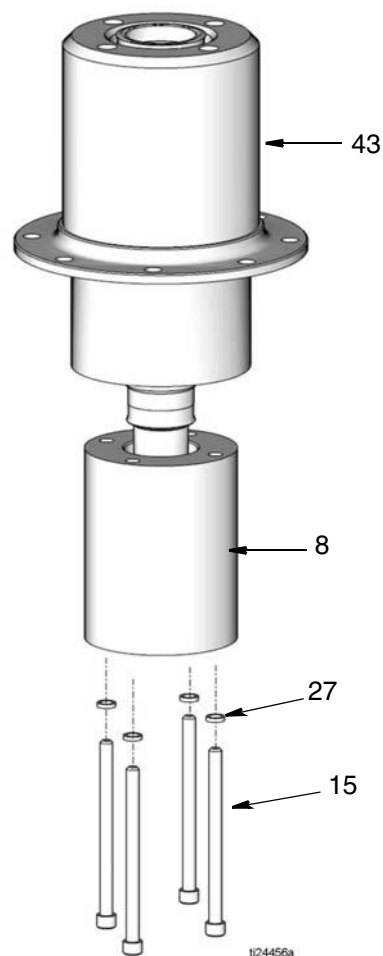

Рис. 6
3. Выкрутите четыре винта с колпачком (15) и снимите шайбы (27) из нижней части переходника насоса (8). Постучите по переходнику насоса, чтобы ослабить крепление, и снимите его с корпуса двигателя (43) (Рис. 6).
- Выкрутите четыре винта с колпачком (15) и снимите шайбы (27) из нижней части переходника насоса (8). Постучите по переходнику насоса, чтобы ослабить крепление, и снимите его с корпуса двигателя (43) (Рис. 6).